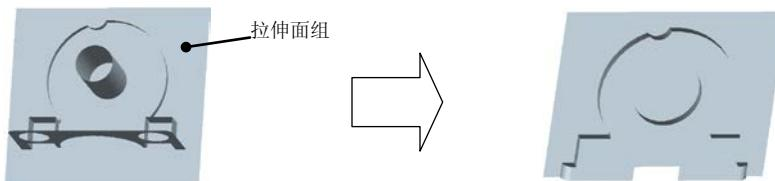

图 14.29 合并面组
Step6. 将复制面组与拉伸面组进行合并, 如图 14.29 所示。